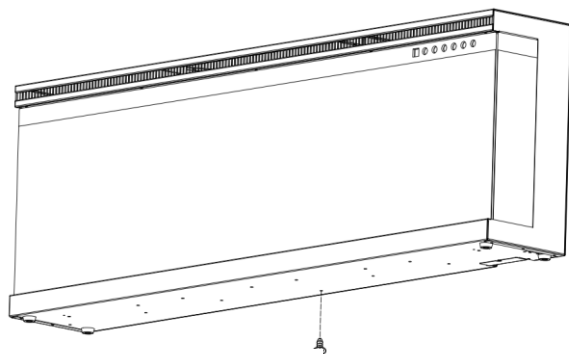

Fig 1-1
A. Retirez la vis argentée située au bas de l'appareil. (Fig 1-1). Mettez la vis de côté.